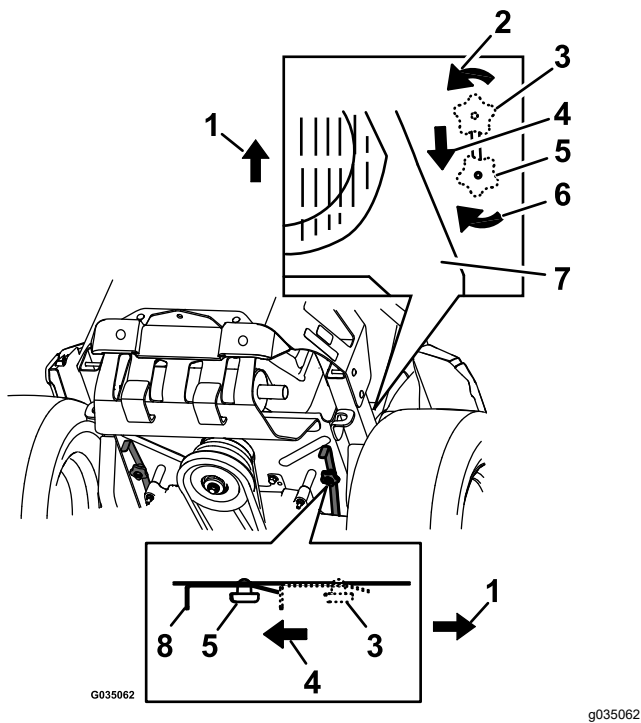

Figure 30
4. Pour pousser la machine, déplacez les deux boutons de dérivation en arrière et bloquez-les en place (Figure 30).
6. Pour faire fonctionner la machine, amenez les boutons de dérivation en position AVANT et verrouillez-les en place (Figure 30).